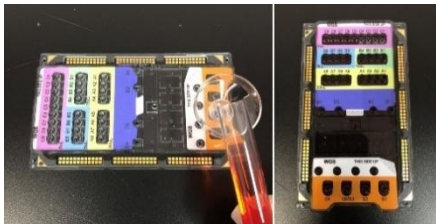

图 9
3.6.3 打开封闭液管盖，将封闭液缓缓全部倒入加液装置上的敞口。待封闭液完全填满整张制备卡后，取下加液装置（图 9）。